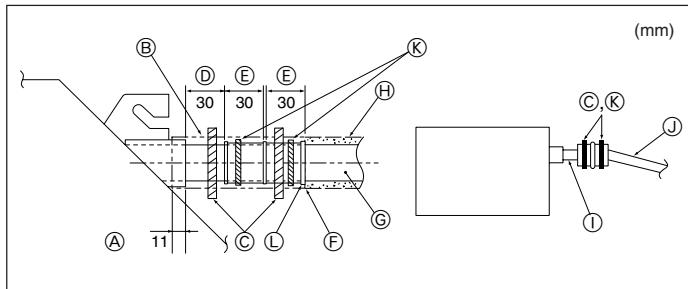

Fig. 6-2
- Conecte el tubo de desagüe (suministrado con la unidad) al orificio de desagüe. (Fig. 6-2)